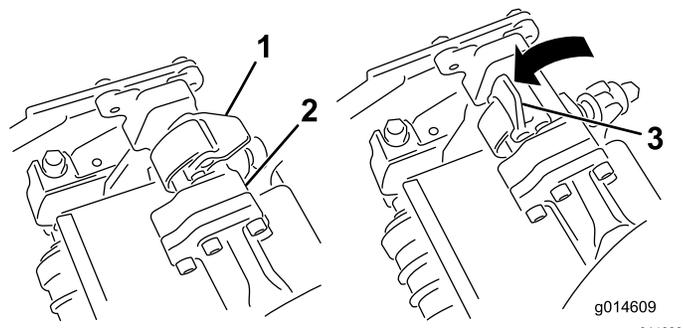
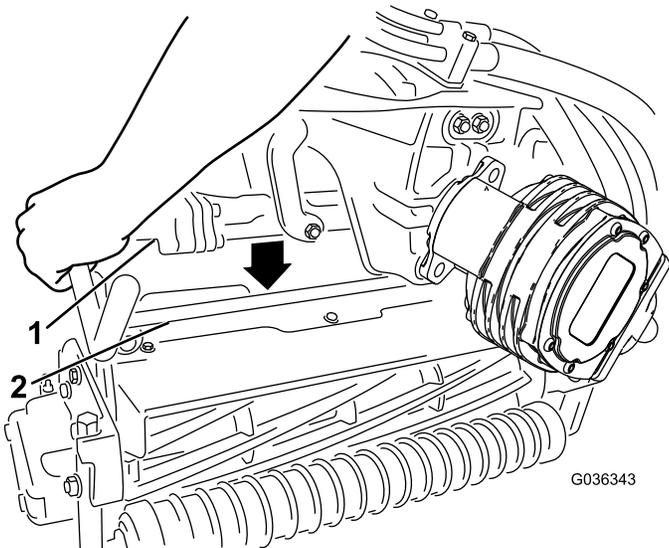

図 49
図 50
4. サスペンションアームのバーについてのラッチを上向き開いた状態にして **図 49**、サスペンションアームを押し下げて、バーを、カッティングユニットのバーの上に被せるようにする **図 50**。
- ラッチを下げて閉じるとカッティングユニットのバーがロックされてユニットがアームにセットされる 図 49。
5. 取り外したいカuttingユニットのサスペンションアームのバーについているラッチを開く 図 49。